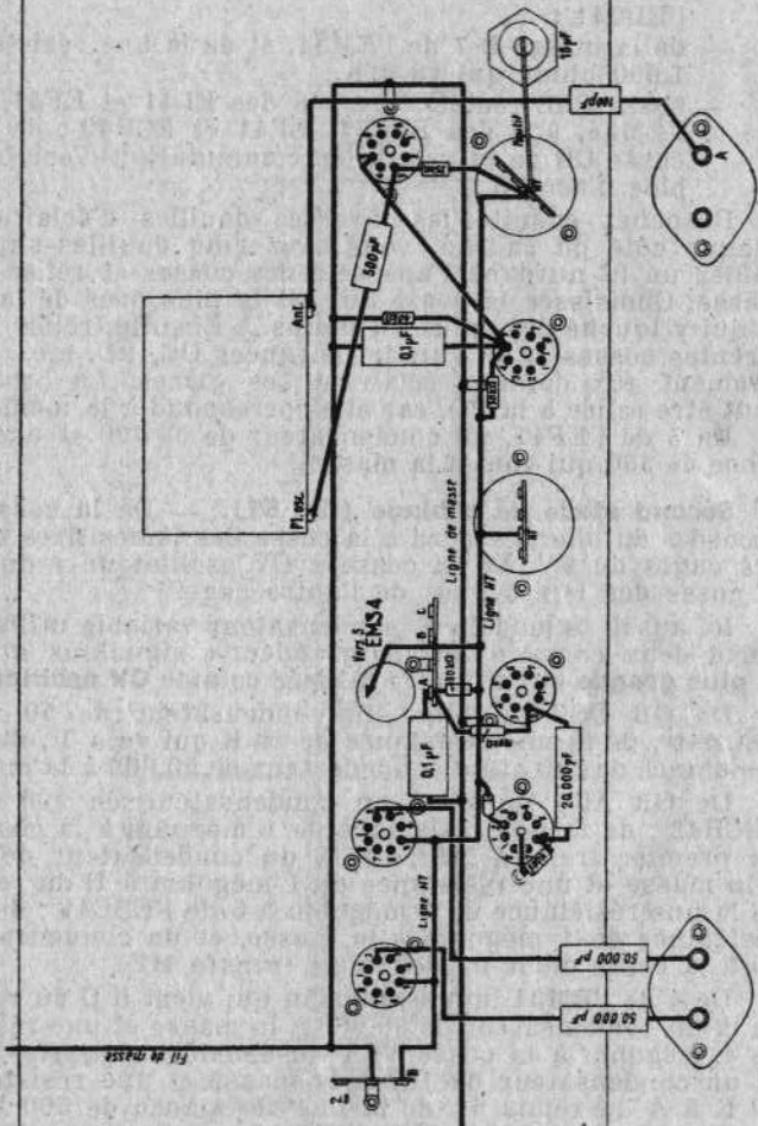

Fig. 52. — Troisième stade de câblage
**Troisième stade de câblage (fig. 52).** — De la broche PL OSC du bloc, un condensateur de 200 à 3 de l'ECH42 ; de là une résistance de 25 K qui ira ensuite à la ligne haute tension.